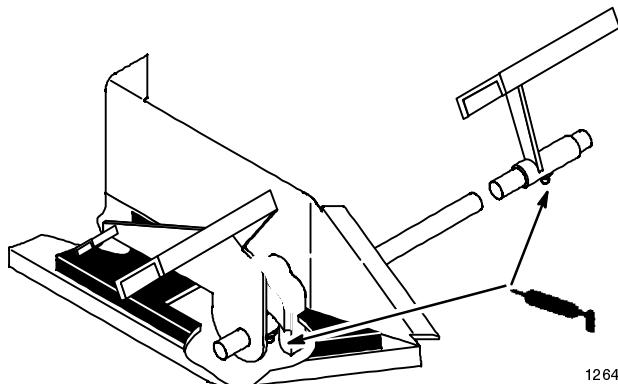

Bild 26
3. Feten Sie das Fahrpedal an Modellen mit hydrostatischem Antrieb (oder die Brems- und Kupplungs-pedale und Maschinen mit herkömmlichem Getriebe), wo die Pedale auf einem Stift geschwenkt werden (Bild 26).